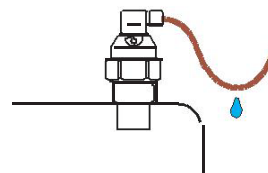

Рис. 13: Защита от проникновения влаги
- Кабель рекомендуем прокладывать под кабельной втулкой (провисанием наклонно вниз) по рис. 13. Это предотвратит возможное проникновение влаги. В этом случае могут свободно стекать дождь и конденсирующаяся вода.